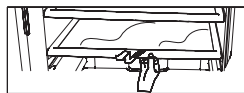

Fig.5
- Asegúrese de tener completamente abierta la puerta de su nevera, extraiga las bandejas hacia el exterior deslizándolas. (Ver Fig. 5). Puede cambiar la posición de la bandeja dependiendo del tamaño de los recipientes que vaya a usar.